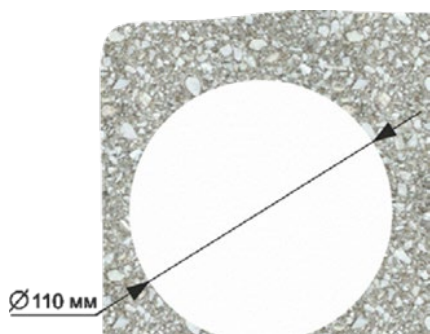

Рис.12
1. Коронкой по бетону диаметром 110 мм в стене просверлить отверстие (см. рис.12). Глубина готового отверстия в стене должна быть не менее 42 мм. Этой глубины достаточно для установки монтажной коробки.